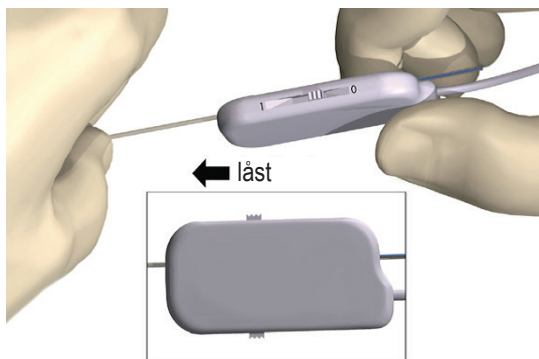

Figur 9: Koble 1x8 operasjonsromkabelen til den eksterne prøvestimulatoren 2 og ETS-adapteren
4. Koble operasjonsromkabelen med forlengelse inn i kontakten på ETS-adapteren "1-L" (figur 9). Dersom det brukes to DBS-elektroder, kobles den venstre DBS-elektroden til kontakt "1-L" og den høyre DBS-elektroden kobles til kontakt "2-R".